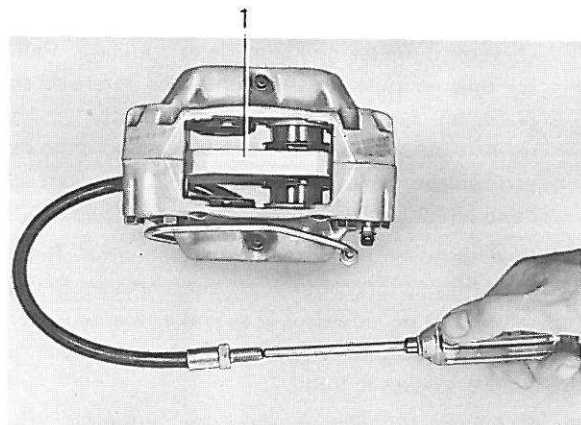

Figure 22. Démontage des pistons
2. Enlever les joncs de verrouillage et les capots caoutchouc (ancien modèle). Poser une plaquette de bois (pour la fabrication de la plaquette, voir figure 3) entre les pistons et presser ces derniers contre la plaquette en se servant de l'air comprimé, voir figure 22. On peut ensuite déposer les pistons. Enlever les capots caoutchouc.